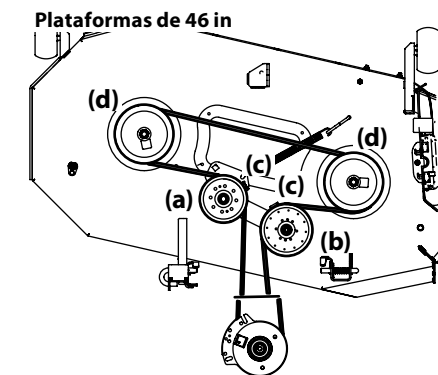
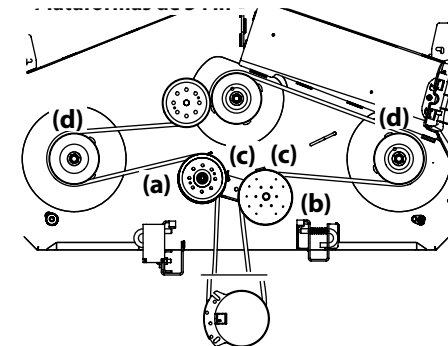

Figura 4-20
Figura 4-21
- Afloje, pero no quite los accesorios a la derecha (a) y a la izquierda de la polea loca (b). Consulte la Figura 4-20 para las plataformas de 34 in, la Figura 4-21 para las plataformas de 42 in, la Figura 4-23 para las plataformas de 54 in.